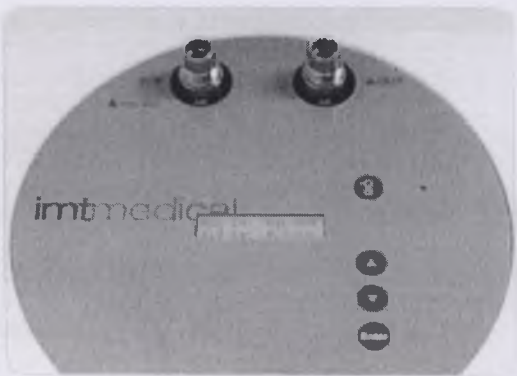

Рис. 8.
5.2.1. Описание работы органов управления (рис. 8).